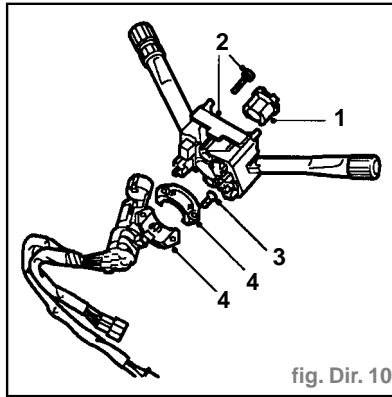

fig. Dir. 10
- Déposer la came de rappel (1) d'indicateur de direction (Fig. Dir. 10).